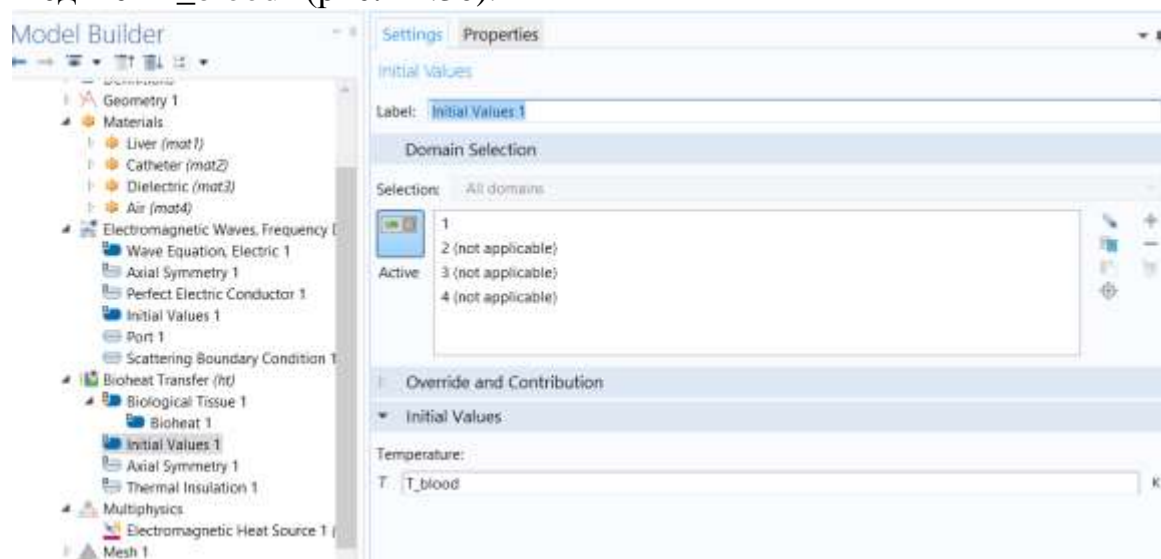

Рис. 12.30. Выбор начальных значений при решении тепловой задачи
2. В окне **Settings** найдите раздел **Initial Values**, и в текстовом поле **T** введите "T_blood" (рис. 12.30).